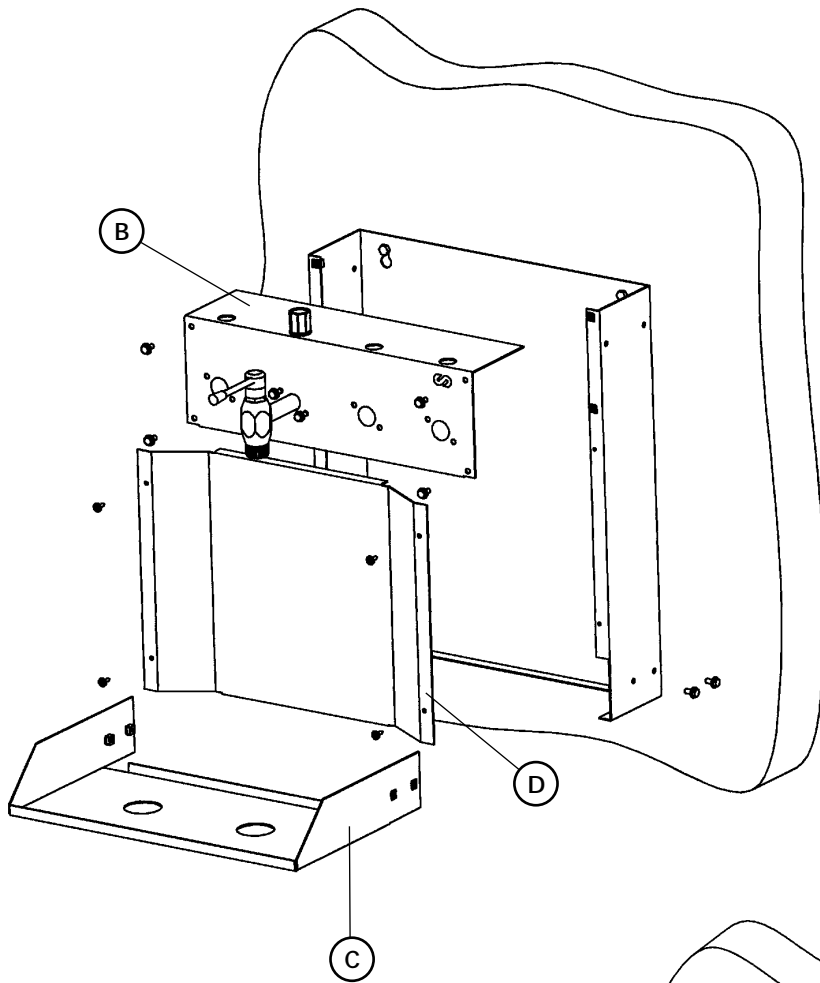

Fig. 3
2. Use the M6 screws supplied to assemble the head plate (B) followed by the drip tray (C). Finally place the back splash cover (D) by using the lag screws. (See figure 3).
2. Monte el resto del equipo comenzando por el frontal (B), la cubeta (C), utilizando para ello los tornillos de M6 suministrados, y el cierre frontal (D), utilizando los tornillos de rosca chapa (Fig. 3).
- 2 Monter le reste de l'équipement en commençant par la partie frontale (B) ainsi que l'égouttoir (C) à l'aide de vis M6 (fournies) et le double fond frontal (D) à l'aide de vis filetage acier (voir figure 3).